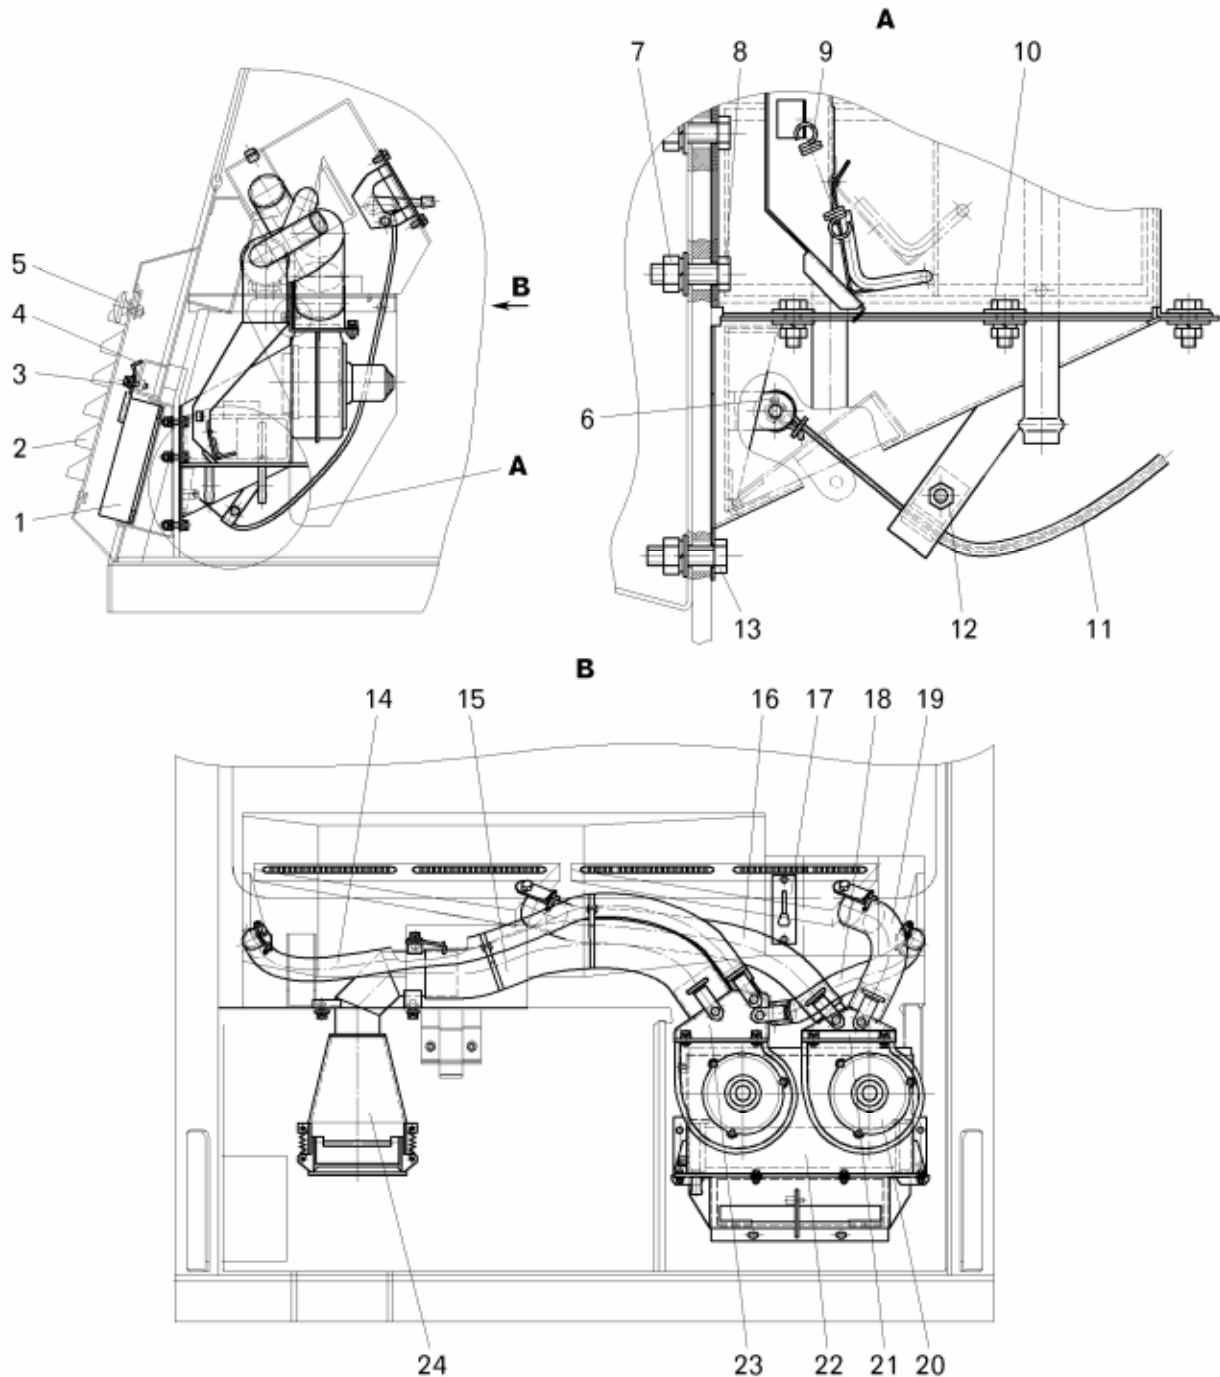

Рисунок 15.11 – Установка отопителя кабины:
- отвернуть гайку 12 (рисунок 15.11), извлечь шплинт 6 и снять трос 11 привода управления заслонками;
- отвернуть стопоры 5 (смотри рисунок 15.11) и снять панель 2 облицовки кабины;